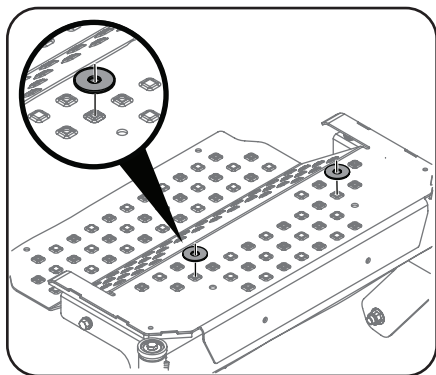

Figura 4-17
1. Coloque las 2 arandelas (936-0208) en la parte de arriba del montaje los orificios. Consulte Figura 4-17.